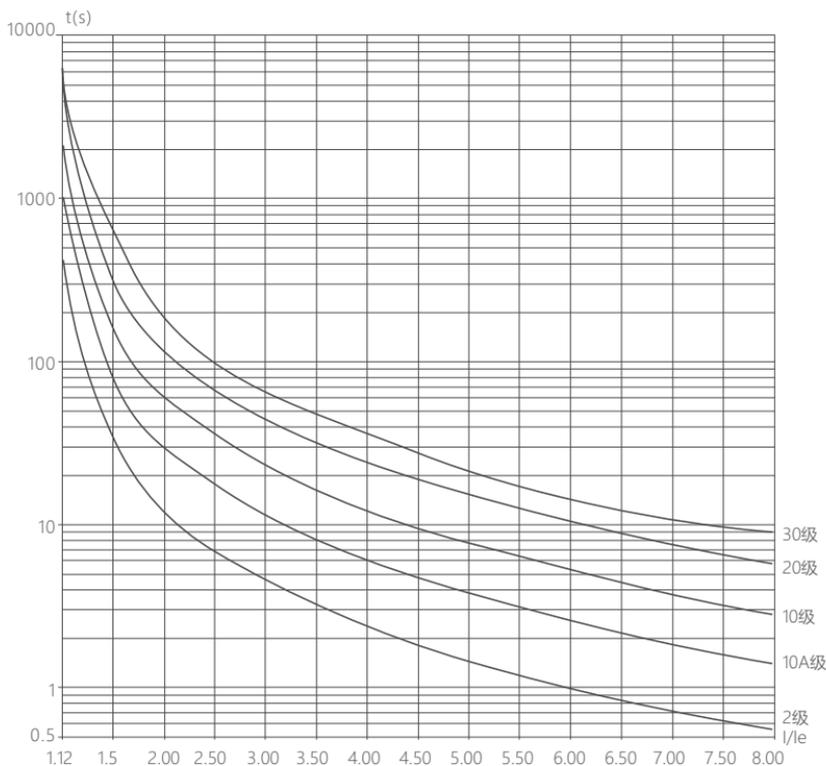

图8.1 标准热过载保护曲线
8.4.8 运行过载保护时间: 以代码F07或F19设定值为基准做反时限热保护, 标准热过载保护曲线如图8.1, 典型值见表8.4。